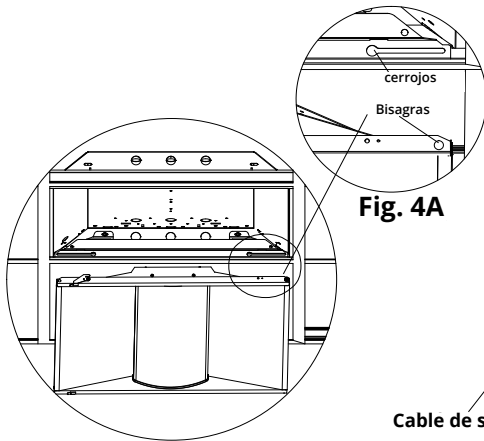

Fig. 4
- 4** Ubique el cuerpo del ensamble de la puerta en los cerrojos de los soportes de extremo, y luego deslice el cuerpo del ensamble de la puerta horizontalmente hasta los extremos de las ranuras. (Fig. 4)